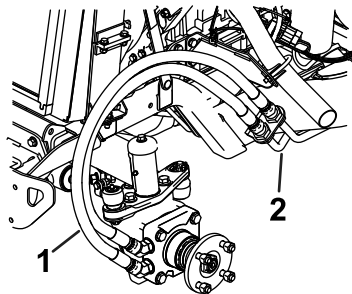
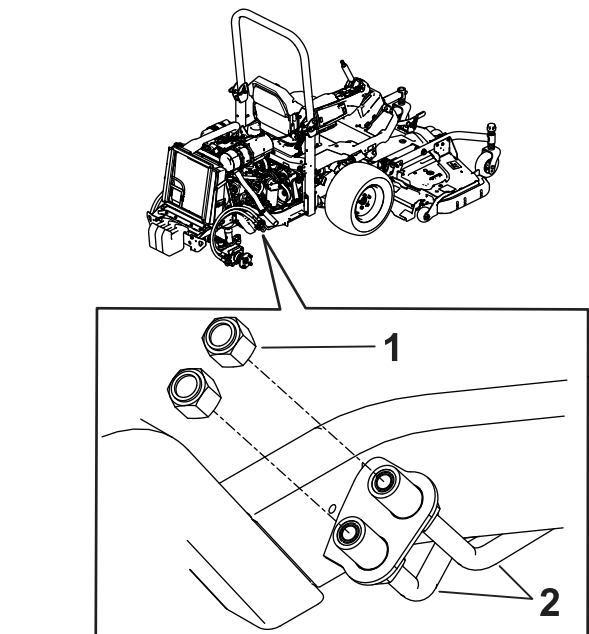

图 2
图 3
1. 从车轮前面的液压管线上拆下现有的液压软管并立即将盖子安装到液压管线上图 2 和图 3。